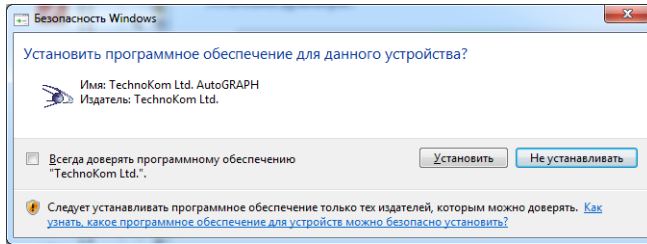

Рис.3.
7. Система начнет установку драйвера. В ответ на предупреждение системы нажмите кнопку «Установить» (рис.3).